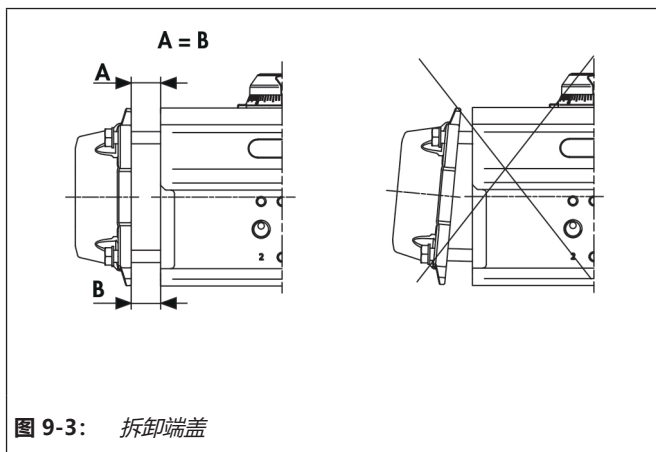

图 9-3: 拆卸端盖
- ⇒ 在拆卸端盖时，请在执行机构外壳与外壳接口之间保持恒定距离 ( $A = B$ )，请参见图 9-3。